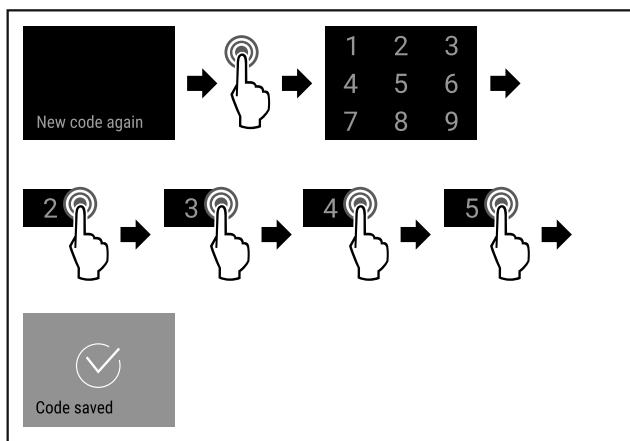

Fig. 96
- ▶ Eseguire i passi (vedere Fig. 96).
- ▶ Eseguire i passi (vedere Fig. 96) .